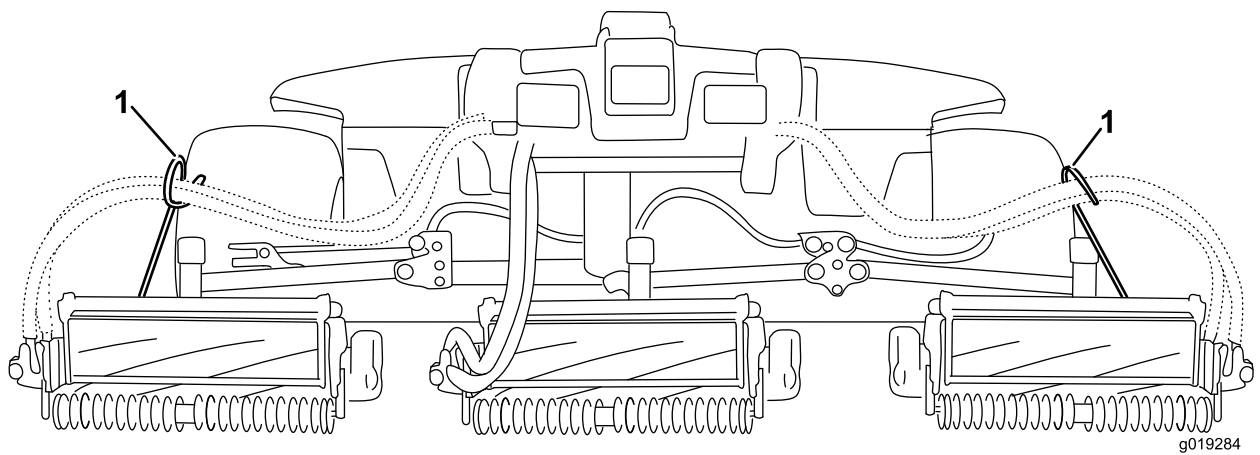

Figure 9
**Important:** Sur le plateau n° 4 (avant gauche) ou n° 5 (avant droit) (Figure 7), utilisez les écrous de fixation du support de tige pour monter les guides de flexible devant les pattes du plateau de coupe (Figure 8). Les guides de flexible doivent être inclinés vers le plateau de coupe central (Figure 8 et Figure 9).